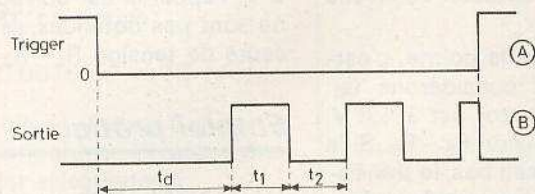

Fig. 2
La **figure 2** et **3** donne les détails d'une platine imprimée qu'on peut utiliser pour ce récepteur. Lors de la mise en service, on peut connecter un écouteur à forte impédance sur la sortie correspondante des plans. Ce qu'on y entend est assez loin de la haute fidélité, mais l'écouteur permet néanmoins d'effectuer précisément l'accord (C_1) ainsi que l'orientation optimale du bâtonnet de ferrite. Ensuite, on doit vérifier qu'on obtient bien, en présence d'émission, une tension pratiquement égale à celle d'alimentation entre émetteur et collecteur de T_3 . Sinon, augmenter R_4 , mais pas trop, car autrement
Les signaux de sortie sont indiqués à la figure 2. En (A), les niveaux haut et bas du trigger et en (B), le signal à la broche de sortie. Lorsqu'il y a une alarme réelle, celle-ci est annoncée par le contacteur de trigger fermé. Le son normal d'alarme prévu par l'utilisateur est identifié aisément. S'il y a un déclenchement de signal dû à un parasite, ce son sera très différent de celui de la vraie alarme car ce dernier son a été choisi en conséquence. Indiquons aussi qu'à la période maximum $T = 0,6 \text{ s}$ correspond la fréquence $f = 1/0,6 = 1,66 \text{ Hz}$.